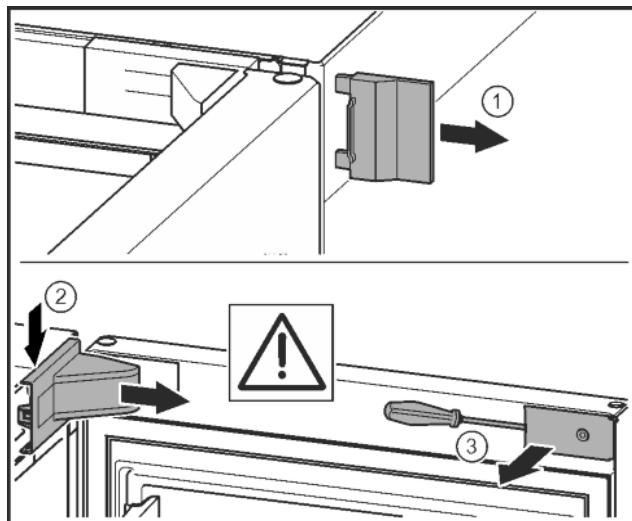

Fig. 9
► Снять внешнюю крышку. Fig. 9 (1)
► При помощи отвертки освободить крышку опорного кронштейна и отсоединить. Снять крышку опорного кронштейна. Fig. 9 (2)
► Шлицевой отверткой вывести накладку из зацепления и отвести в сторону. Fig. 9 (3)